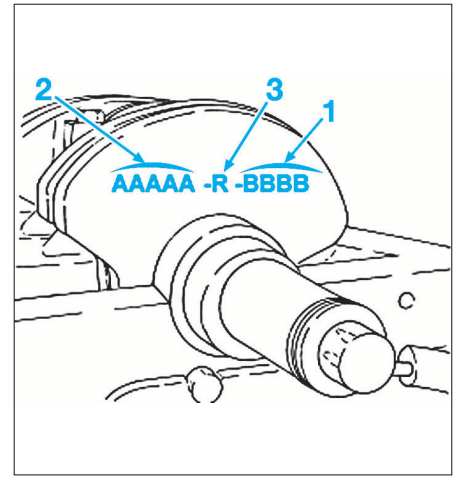

FIG. 38
- Respecter la classe des coussinets des manetons (1) et des tourillons (2) ainsi que la classe des cales (3) d'épaisseur de jeu axial (Fig.38).